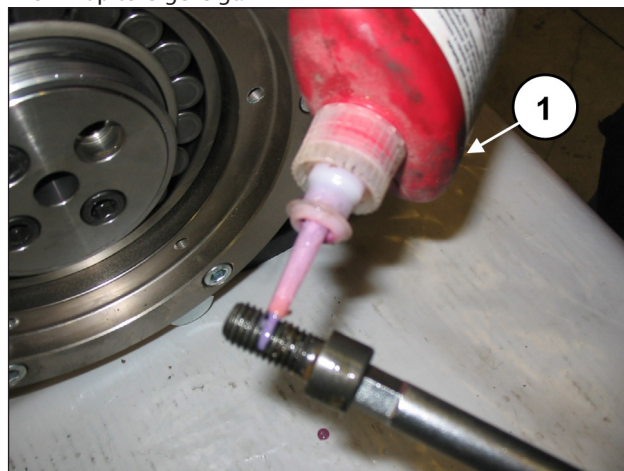

Abb. 87
Tragen Sie LOCTITE 243 auf das Gewinde der Schrauben M12x25 (Pos. ①, Abb. 87).